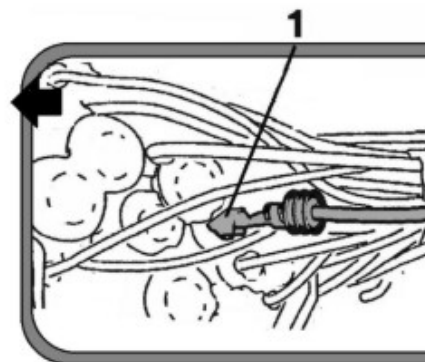

Figura 2.
8. Montaje del cable negro/blanco en el conector XE1 (Figura 2)
8. Montare il cavo nero/bianco nella spina di cablaggio XE1 (Figura 2)